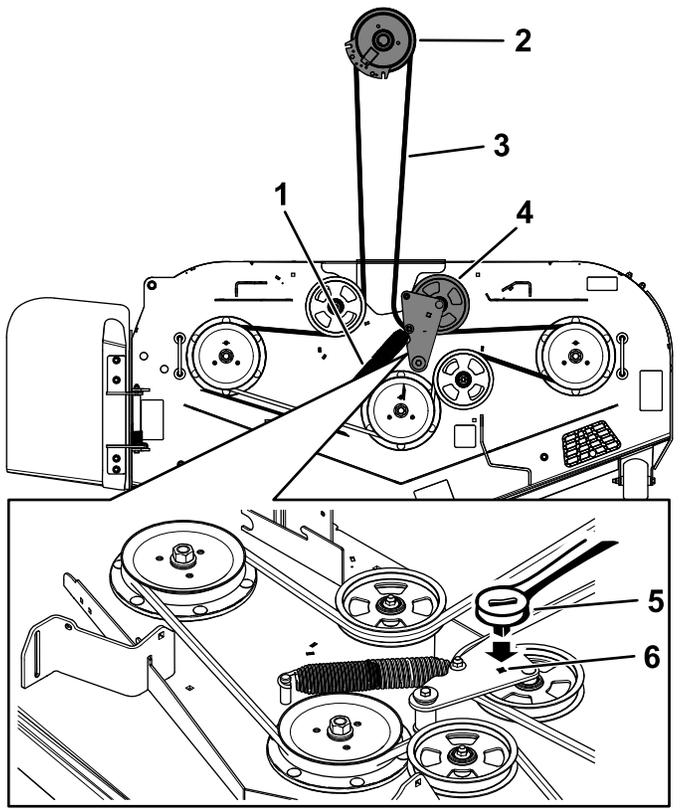

Figure 18
1. Insérez un rochet de 3/8 pouce dans le trou carré du bras de la poulie de tension pour détendre le ressort de la poulie de tension (Figure 18).
14. Chaussez la courroie du plateau de coupe sur la poulie de tension rappelée par ressort (Figure 18).